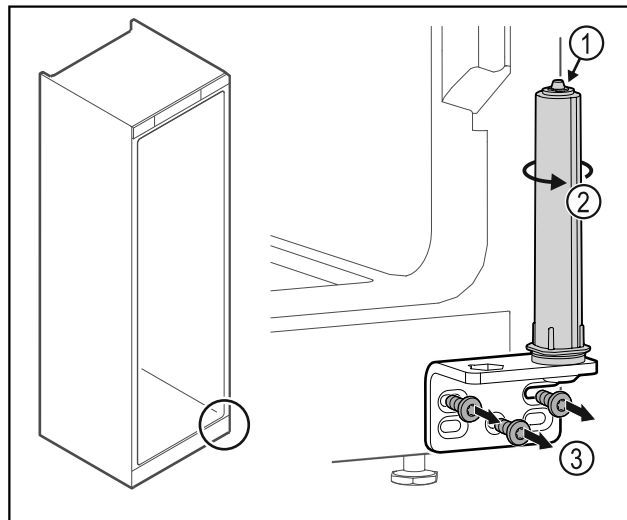

Fig. 36
- ▶ Nu dezamblați sistemul de închidere al ușii Fig. 36 (1).
- ▶ Rotiți Fig. 36 (2) sistemul de închidere, până când face clic.
- ▶ Deșurubați Fig. 36 (3) colțarul balamalei.